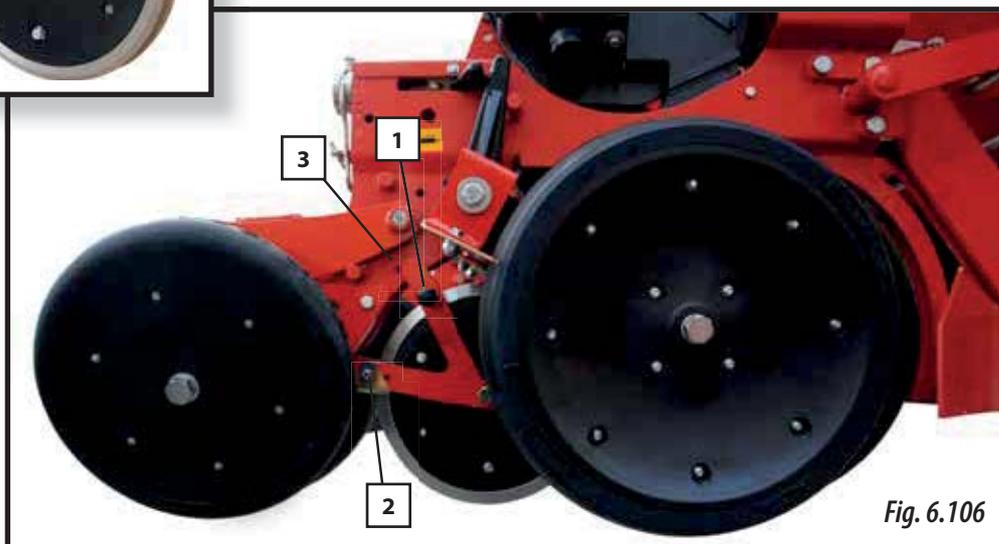
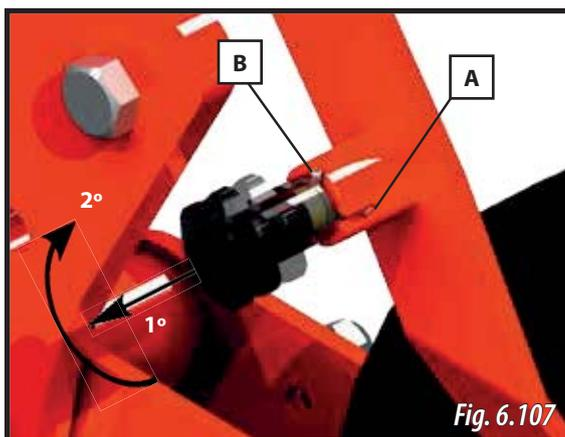

Fig. 6.106
Fig. 6.107
La roue de rappui est située entre les roues de jauge et les roues couvre-semences (Fig. 6.106).
IMPORTANT : POUR QUE LA ROUE DE RAPPUI FONCTIONNE CORRECTEMENT ET ÉVITER D'ENDOMMAGER LE SEMOIR, VÉRIFIEZ QUE LA MOLETTE (1, Fig. 6.106) SOIT SUR LA **POSITION B** AVANT DE COMMENCER À SEMER.
- 2- Tirez sur la sécurité (1, Fig. 6.106) et placez-la en position de débrayage sur le châssis (3, Fig. 6.106). Pour fixer la position, tournez la molette pour amener la goupille en position A (Fig. 6.107).
Pour débloquer l'élément de la position de débrayage, tirez sur la sécurité (1, Fig. 6.106) et tournez la goupille pour l'amener en position B (Fig. 6.107).
LES GRATTOIRS DES ROUES DE RAPPUI SE RÈGENT À L'AIDE DES VIS (2, Fig. 6.106). RÉGLEZ LES GRATTOIRS À UNE DISTANCE DE 3-4 mm DE LA ROUE (LE GRATTOIR NE DOIT EN AUCUN CAS TOUCHER LA ROUE).